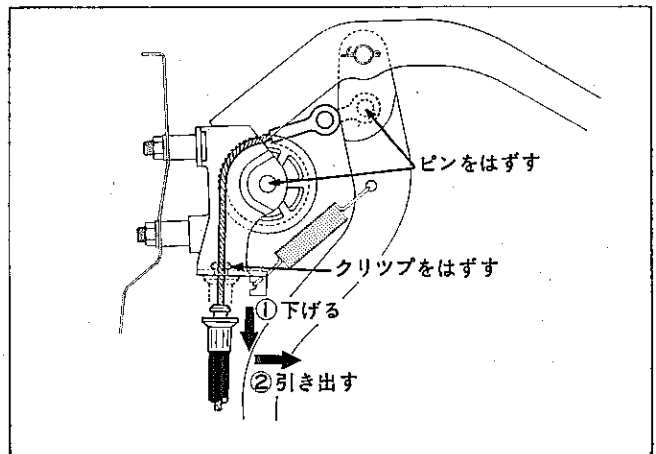

図13-134 パーキング ブレーキ ケーブル取りはずし
- (3) クリツプを取り、ナツト②をゆるめ、パーキング ブレーキ イコライザ③からケーブル No.1 を切り離す。(図13-134参照)
- (4) 次の部品を切り離し、パーキング ブレーキ コントロール ハンドル ASSY を取りはずす。
- ① ヒューズ ボックス オープニング カバー
- ② インストルメント フィニツシユ ロワー パネル